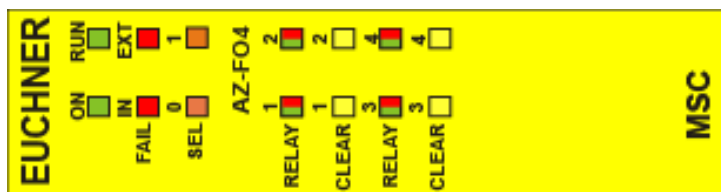

Bild 22:
8.3.10. Modul AZ-F04 (Bild 22)